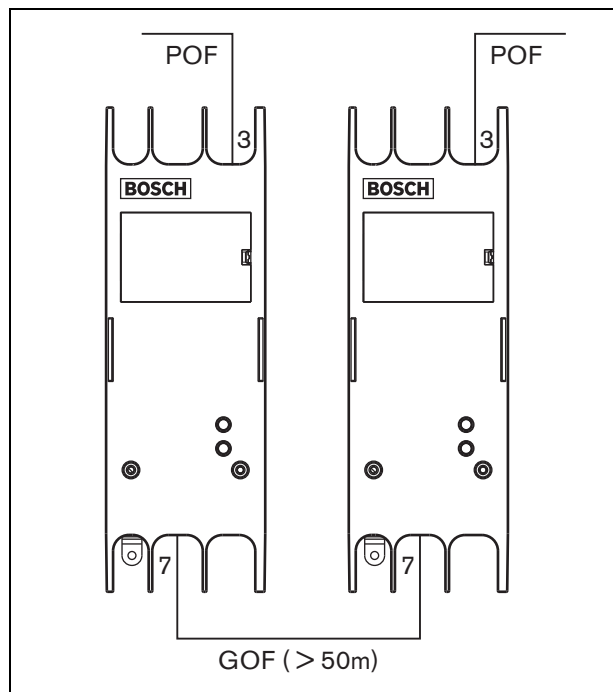

figura 32.4: Utilización de interfaces de fibra
Debido a la pérdida de luz, la longitud máxima del cableado POF (y por lo tanto también de los cables del bus del sistema) entre dos equipos es 50 m. Si la distancia entre dos unidades es superior a 50 m, se deben utilizar las interfaces de fibra PRS-FIN(NA) o PRS-FINS y fibras ópticas de vidrio (GOF) (véase figura 32.4).